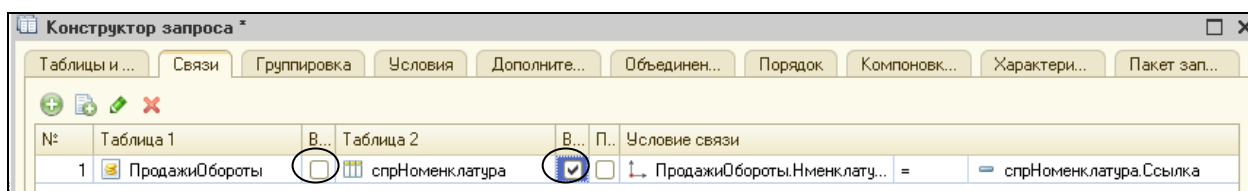

Рисунок 4.15 Настройка связи таблиц
5. Перейти на закладку **Связи** для установки связи двух таблиц. По умолчанию установлена связь по полю **спрНоменклатура**. Снять флажок **Все** у поля **ПродажиОбороты** и установить его у поля **спрНоменклатура**. Таким образом задается левое соединение, в результате запроса будут включены все записи справочника Номенклатура и те записи регистра Продажи, которые удовлетворяют условию связи по полю Номенклатура (рис. 4.15)